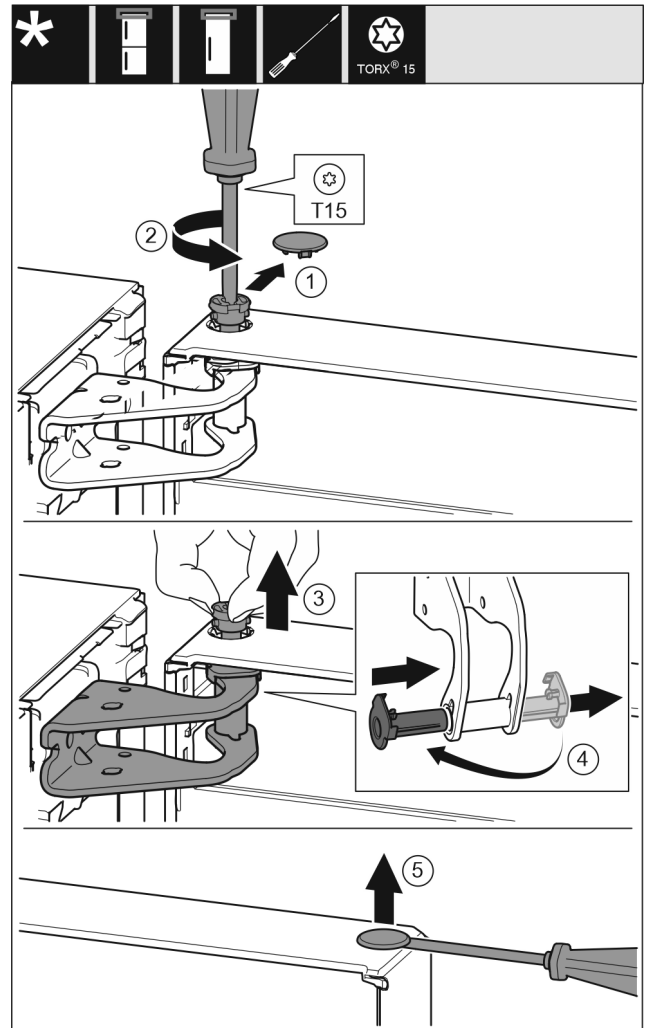

Fig. 11
- ▶ Sicherheitsabdeckung vorsichtig abziehen. Fig. 11 (1)
- ▶ Bolzen mit Schraubendreher T15 ein Stück herausdrehen. Fig. 11 (2)
- ▶ Tür festhalten und Bolzen mit den Fingern herausziehen. Fig. 11 (3)
- ▶ Lagerbuchse aus Führung ziehen. Von der anderen Seite einsetzen und einrasten. Fig. 11 (4)
- ▶ Stopfen aus der Tür Lagerbuchse vorsichtig mit einem Schlitzschraubendreher anheben und herausziehen. Fig. 11 (5)